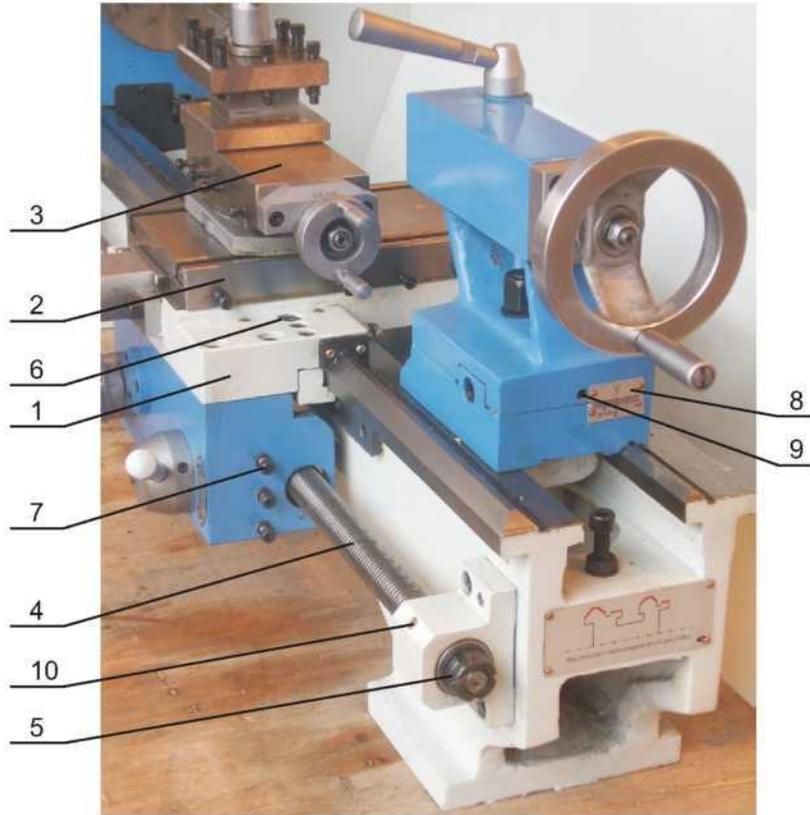
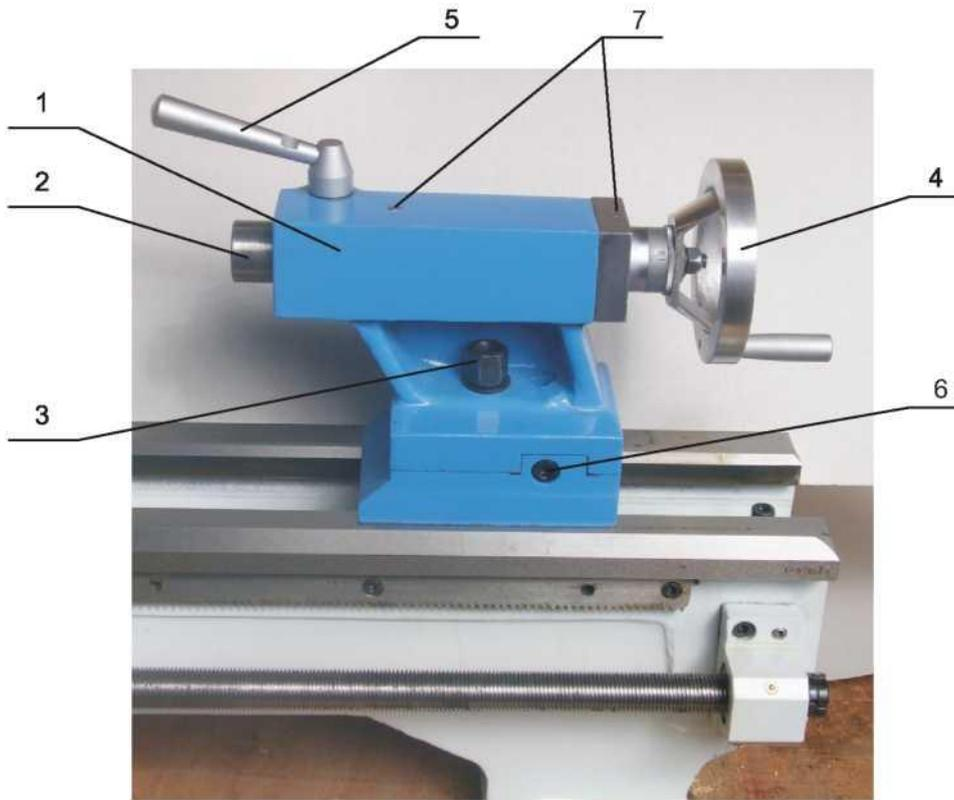

Рисунок 4
Рисунок 6
Каретка 1 (рисунок 4) является базирующим элементом суппорта. Она изготовлена из высококачественного чугуна. Продольные направляющие каретки отшлифованы и точно сопряжены с направляющими станины. Необходимый зазор между направляющими станины и каретки обеспечивается прижимными планками, расположенными на нижней плоскости каретки.
Поперечные салазки 2 (рисунок 4) установлены на верхние (поперечные) направляющие каретки соединением «ласточкин хвост», зазоры в соединении регулируются клином. Перемещение салазок обеспечивается вращением маховика. Для отсчета величины перемещения салазок на маховике имеется лимб.
Верхние салазки 3 (рисунок 4) установлены на поперечные салазки через поворотную плиту и могут устанавливаться под углом к оси вращения шпинделя. Перемещение подвижной части верхних салазок производится вращением маховика. Для отсчета величины перемещения салазок на маховике имеется лимб.
Ходовой винт 4 (рисунок 4) расположен вдоль передней части станины и служит для продольной автоматической подачи. С левой стороны он соединен с коробкой передач. Ходовой винт имеет две подшипниковые опоры. Осевой зазор винта в опорах регулируется гайками 4 (рисунок 4).
Задняя бабка 1 (рисунок 6) базируется (перемещается) на плоской и V-образной направляющих станины и может быть зафиксирована от перемещения затягиванием гайки 3 (рисунок 6) зажимного устройства. Задняя бабка имеет выдвижную пиноль 2 (рисунок 6) с конусным отверстием Морзе № 2 и градуированной шкалой, нанесенной на наружной поверхности пиноли. Жесткость задней бабки рассчитана на тяжелые режимы работы. Пиноль перемещается вращением маховика 4 (рисунок 6), расположенного на заднем торце бабки, и может быть зафиксирована в нужном положении рукояткой 5 (рисунок 6) механизма зажима пиноли.
Для блокировки перемещения суппорта затяните винт 6 (рисунок 4), для разблокировки - ослабьте.
Перемещение задней бабки по направляющим станины производится вручную. Ослабьте гайку 3 (рисунок 6) зажимного устройства бабки, передвиньте бабку в нужное положение, снова затяните гайку.
Выдвижение пиноли 2 (рисунок 6) из корпуса бабки и утопление ее обратно в корпус производится вращением маховика 4 (рисунок 6). Рукояткой 5 (рисунок 6) ослабьте зажим пиноли, вращая маховик переместите пиноль на нужный размер, зажмите пиноль поворотом рукоятки.
Регулировка смещения задней бабки от оси вращения шпинделя производится при точении конусных поверхностей. Величина смещения определяется по шкале 8 (рисунок 4), находящейся на заднем торце основания бабки. Смещение производится при помощи двух винтов 6 (рисунок 6), расположенных на боковых поверхностях основания бабки с обеих сторон. Ослабьте стопорный винт 9 (рисунок 4) и гайку 3 (рисунок 6). Ослабьте винт 6 (рисунок 6) с одной боковой стороны бабки и затягивайте аналогичный винт с противоположной стороны, пока необходимая величина смещения не отразится на шкале. Затяните стопорный винт 9 и гайку 3.
8.11 Смазку задней бабки производите через смазочные отверстия 7 (рисунок 6) жидкой смазкой.